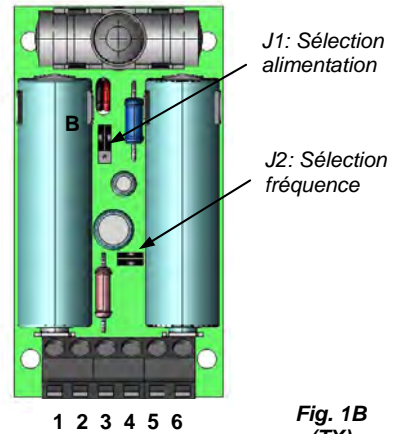

Fig. 1B (TX)
- Effectuer les connexions comme indiqué dans les paragraphes précédents et sélectionner l'alimentation de l'émetteur au moyen du cavalier prévu à cet effet (J1, Fig. 1B):
- Relier au bornier prévu à cet effet (bornes 3 et 4, Fig. 1B) le contact de la tranche ou de la sécurité extérieure à l'émetteur.
- Relier au bornier prévu à cet effet (bornes 5 et 6, Fig. 1B) le contact de la tranche résistive 8K2 extérieure à l'émetteur. **Si cette option n'est pas utilisée, NE PAS ponter les bornes 5 et 6.**